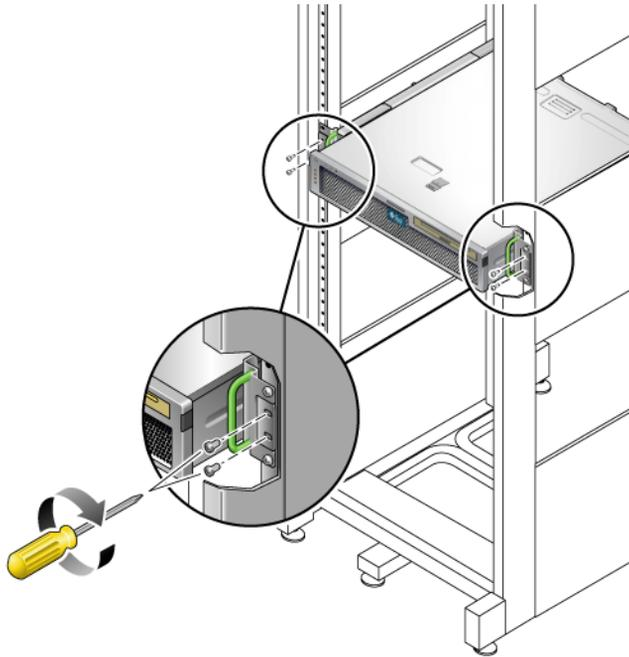

ABBILDUNG 3-22 Befestigen der Servervorderseite an der Vorderseite des Racks
17. Befestigen Sie die am Server angebrachten Seitenschielen mit je zwei Schrauben an der Rack-Vorderseite (ABBILDUNG 3-22).